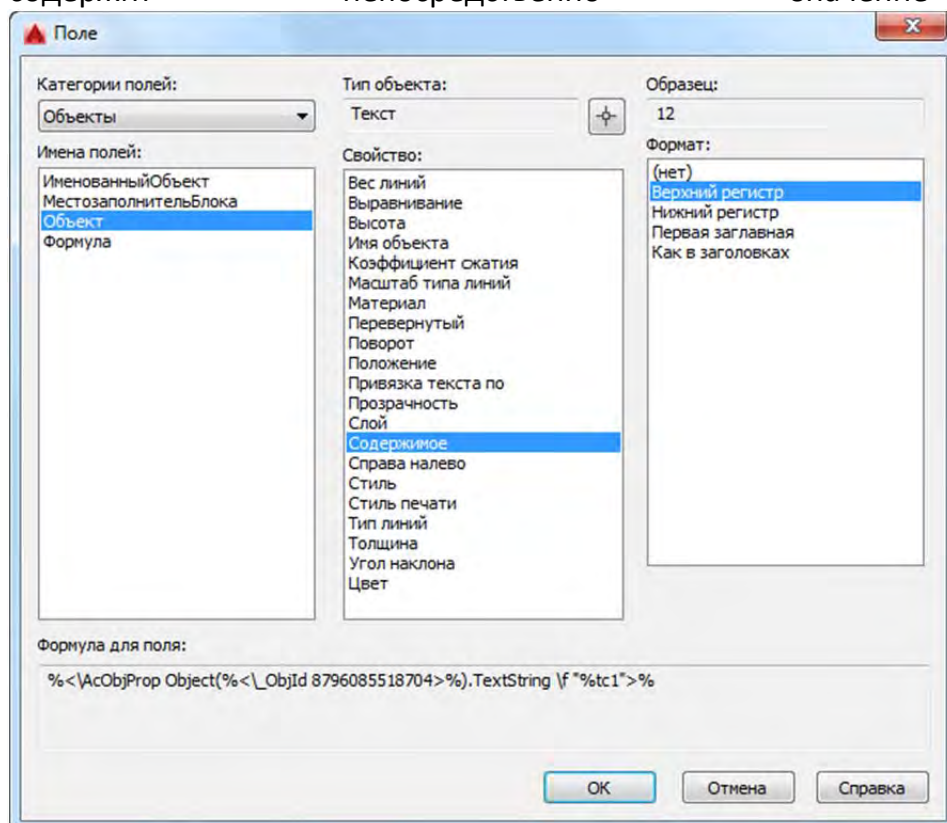

Рисунок 4.9 Поле «Объект»
6. На рабочем пространстве выберите первый текст (12) и AutoCAD вернётся в диалоговое окно «Поле».
7. В области «Свойство» отобразятся все доступные свойства выбранного текста (рисунок 4.9). Выберите свойство «Содержимое». Свойство содержимое содержит непосредственно значение текста.